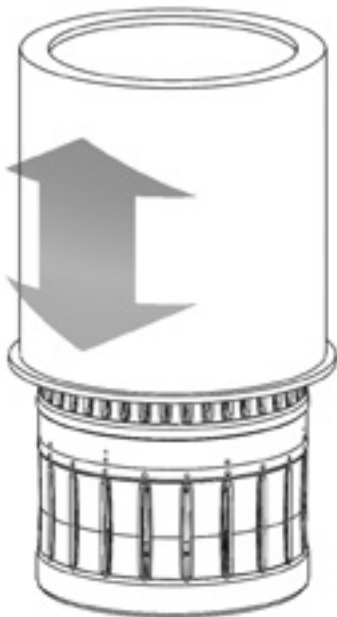

Abbildung 16 – Entfernen Sie die Manschette vom Kern und tauschen Sie es aus.
- Entfernen Sie die Manschette, wie in Abbildung 16 unten gezeigt, und ersetzen Sie es durch eine neue Manschette. Die Innenseite der Ersatzmanschette muss vor der Installation sorgfältig mit Glycerin, Spülmittel oder einem vergleichbaren nicht ätzenden Schmiermittel geschmiert werden.